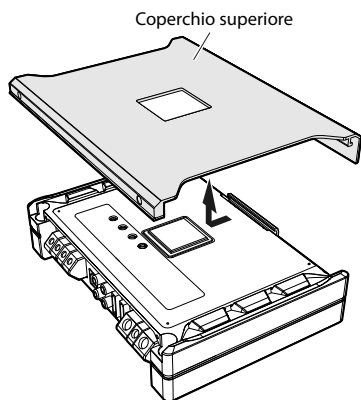

Fig. 2
2. Fare scorrere il coperchio superiore, quindi sollevarlo per rimuoverlo. (Fig. 2)